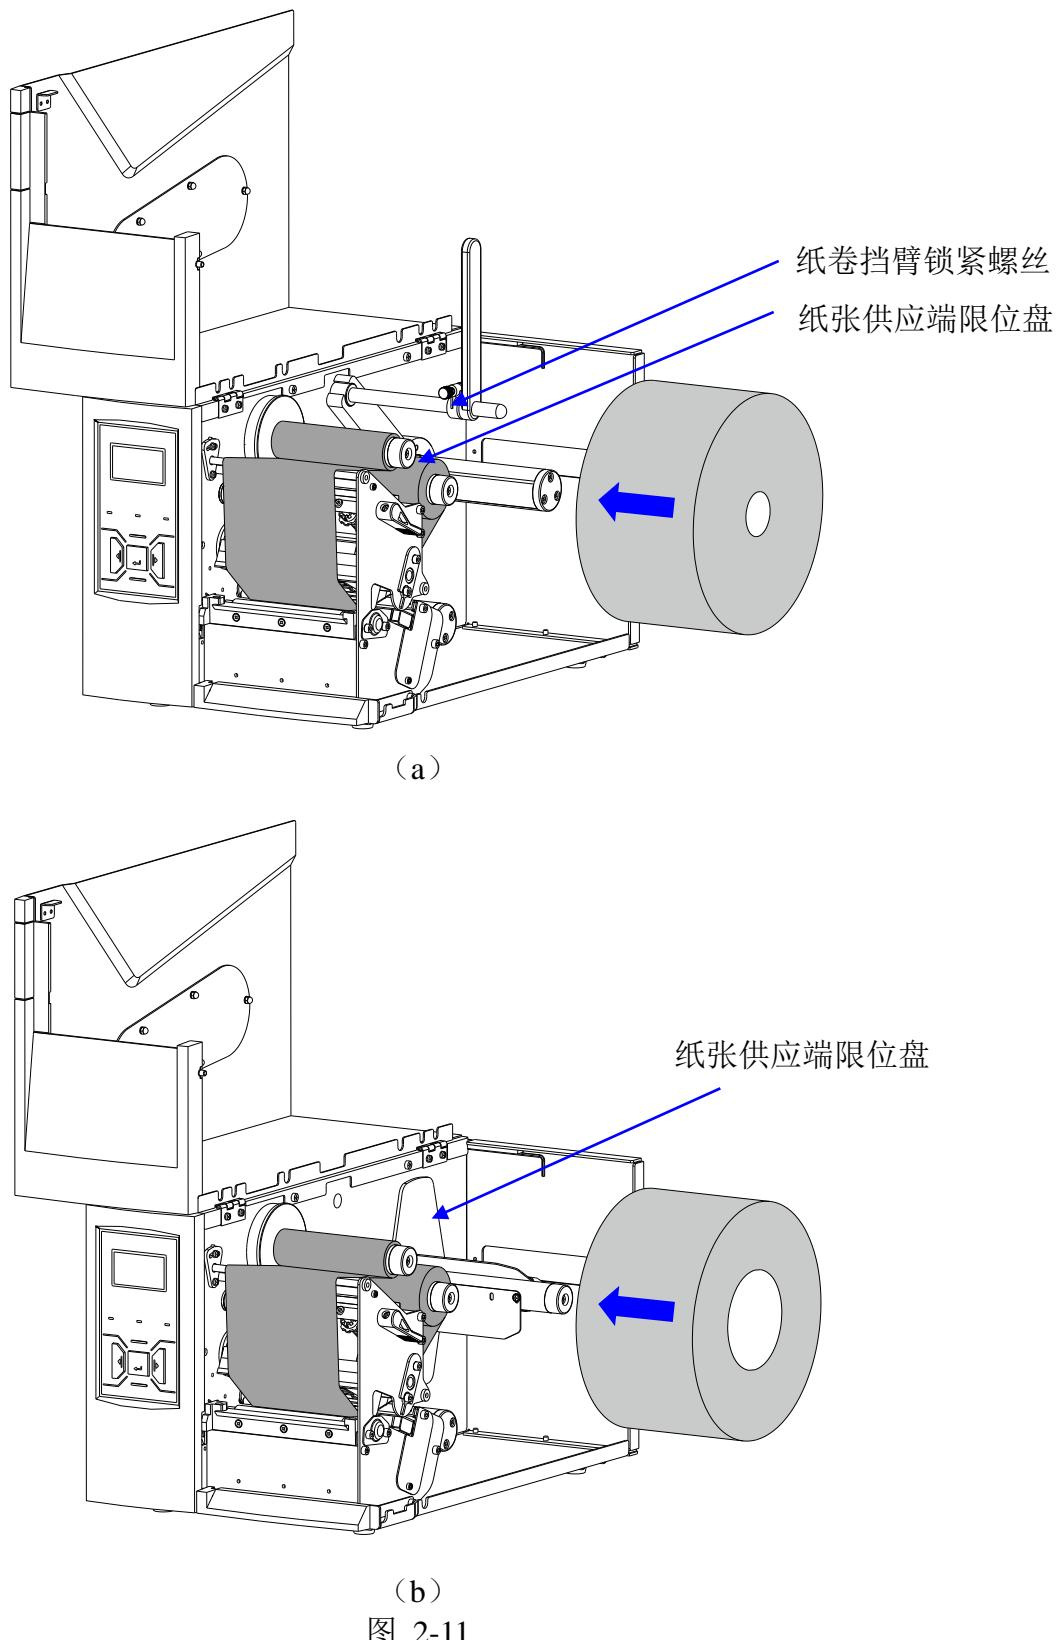

图 2-11
1. 纸卷挡臂结构：拧松纸卷挡臂锁紧螺丝，向上抬起纸卷挡臂，将纸卷套入纸卷轴，并靠紧纸张供应端限位盘，如图 2-11 (a) 所示，移动纸卷挡臂，使其靠紧纸卷外侧，然后拧紧纸卷挡臂锁紧螺丝。
纸卷支撑片结构：将纸卷套入纸卷轴（确保纸卷卷芯与纸卷支撑片间紧配合），并靠紧纸张供应端限位盘，如图 2-11 (b) 所示。